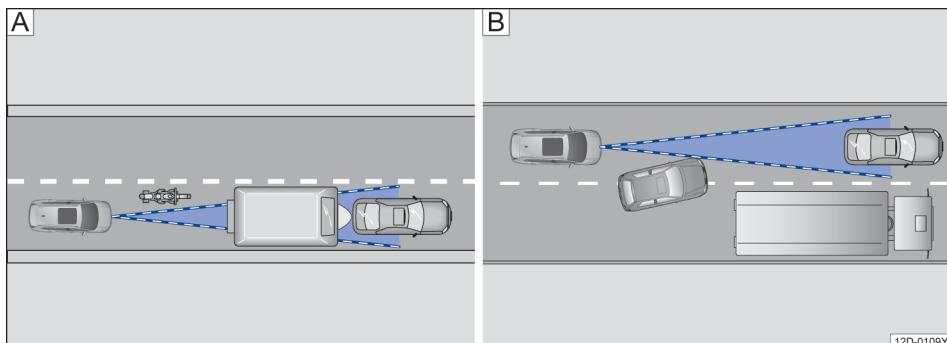

图 116 [A]. 窄弯中的车辆 [B]. 变换车道
- 不在传感器作用范围内、与本车辆相距较近行驶的机动车，如摩托车→图 116 [A]。
- 在本车前方近处切换到本车所在车道的车辆→图 116 [B]。